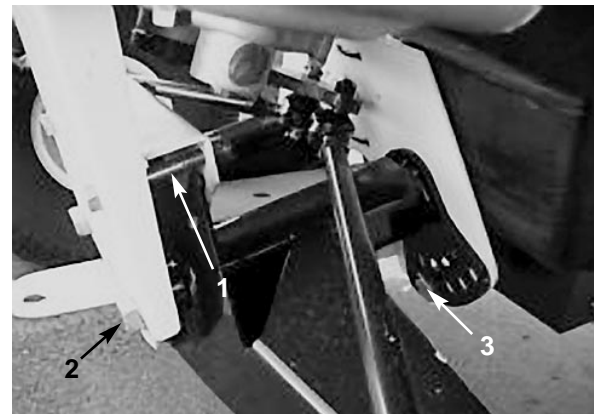

Figure 18
2. Enlevez le boulon limiteur de course (Fig. 18).
3. Desserrez les boulons de positionnement dans le châssis triangulaire avant (Fig. 18).
4. Enlevez le boulon de réglage de hauteur de la suspension (Fig. 18).
5. Tournez le châssis triangulaire à la position voulue (Fig. 18).
6. Remettez le boulon de réglage de hauteur et le boulon limiteur de course (Fig. 18).